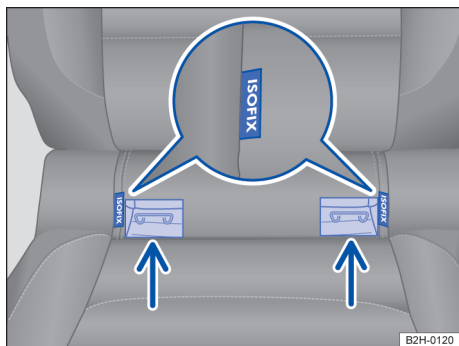

Fig. 43 Identificação dos pontos de ancoragem inferiores da cadeira de criança no banco do veículo.
- Colocar a cadeira de criança nos olhais de retenção. As aberturas de introdução encontram-se ao lado da inscrição ISOFIX → Fig. 43 (seta). A cadeira de criança deve engatar de modo seguro e audível.
- Posicionar a cadeira de criança sobre a superfície do banco e prender os ganchos dos cintos de fixação nos olhais de fixação → Fig. 43.